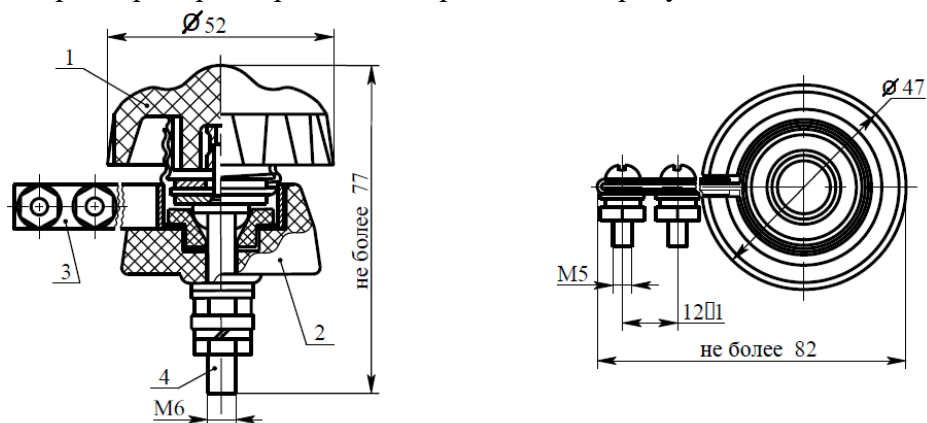

Рисунок 1. Габаритные, установочные и присоединительные размеры предохранителей серии ПП-А
Пробивной предохранитель ПП А/3 состоит из двух основных частей (рис. 1): головки (1) и основания (2), соединенных вместе посредством гильз, имеющих резьбу Е-27 (ГОСТ 6042-51).
2.2.3. Крепление предохранителя должно производиться на жесткой шине при помощи болта 4 (рис. 1).